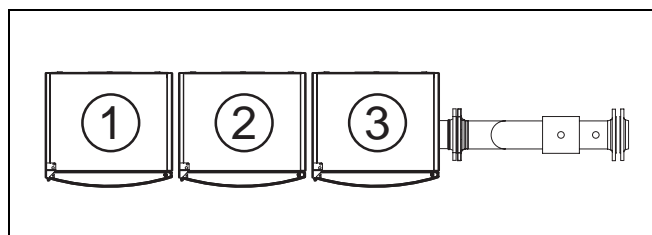
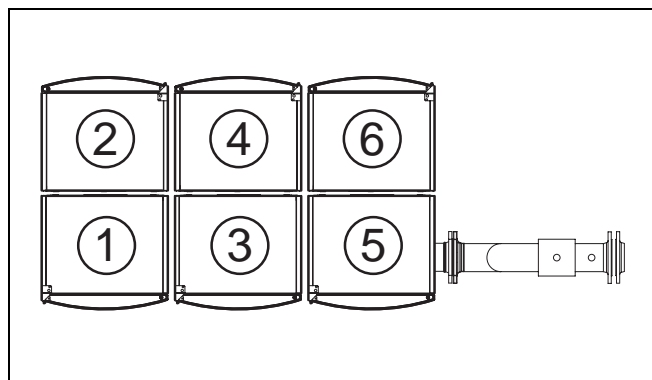

Fig. 7 Monteringsrækkefølge ved TL- linjeopstilling
Fig. 8 Monteringsrækkefølge TR bagsideopstilling
- Hæng den første kedel på kaskaderammen som vist på fig. 7 eller fig. 8.
Overhold altid rækkefølgen som vist på fig. 7 og fig. 8 ved montering af kedlen.